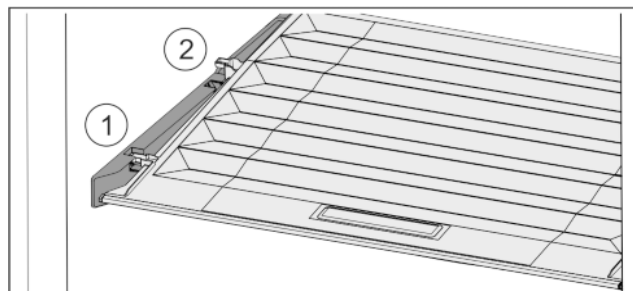

Fig. 27
- Pokrywę pociągnąć do przodu Fig. 27 (1), aż otworzy się w elementach trzymających.
- Podnieść tył od dołu i w wyjąć Fig. 27 (2) go do góry.